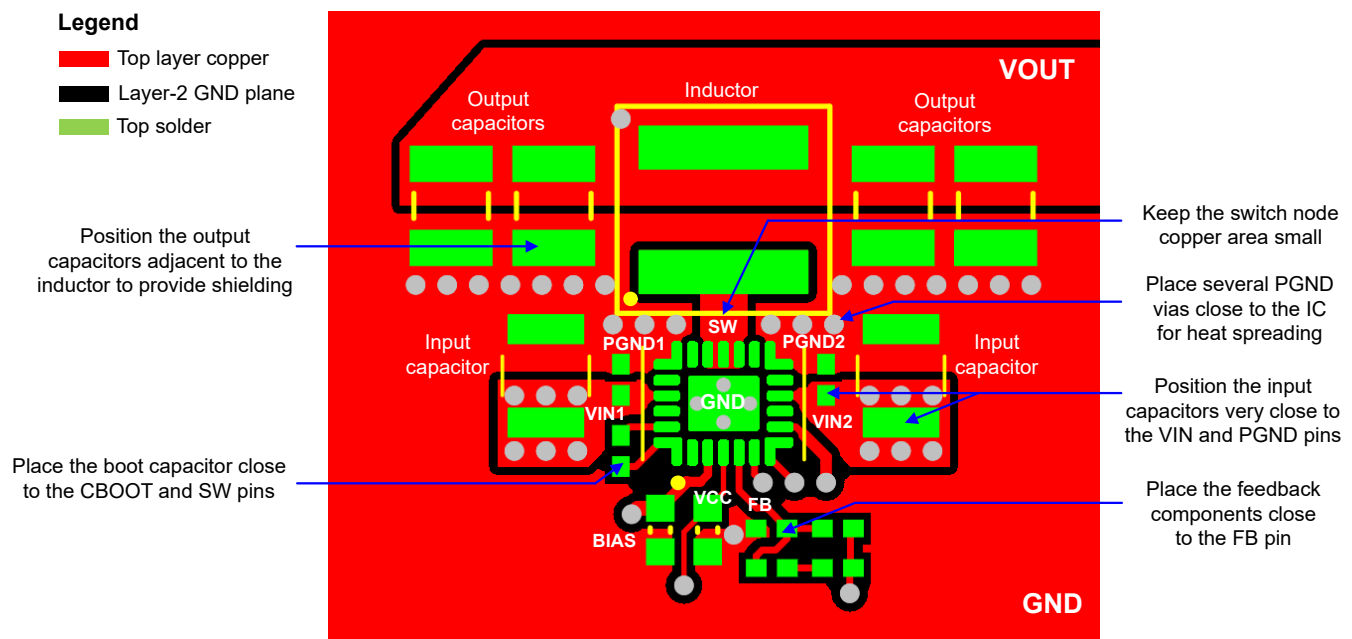

図 8-22. PCB のレイアウト例
次のリストは、熱および EMI の特性を含めて DC/DC モジュールの性能を最適化するための、PCB レイアウトと部品の配置に関する重要なガイドラインを要約したものです。図 8-22 は、LM64440-Q1 または LM64460-Q1 のいずれかの推奨レイアウトで、電力段と小信号部品の配置と配線が最適化されているものです。
- VIN1 と PGND1 の間、および VIN2 と PGND2 の間には、X7R または X7S 誘電体を使用した低 ESR のセラミックコンデンサを使用します。図 8-22 に示すように、高周波バイパスのため、各ピンのペアの近くに 0402 コンデンサを配置します。バルク容量のため、それぞれの側に隣接して 1206 または 1210 のコンデンサを使用します。